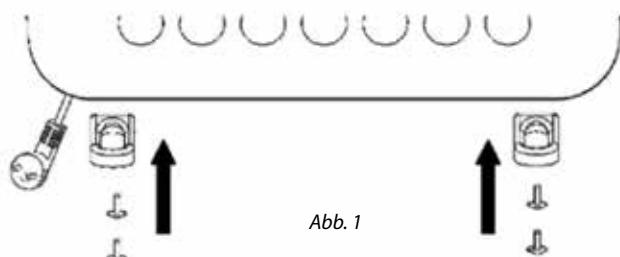

Abb. 1
3. Mit Hilfe der Schrauben ziehen Sie die Füße am Gerätegehäuse fest an (Abb. 1).